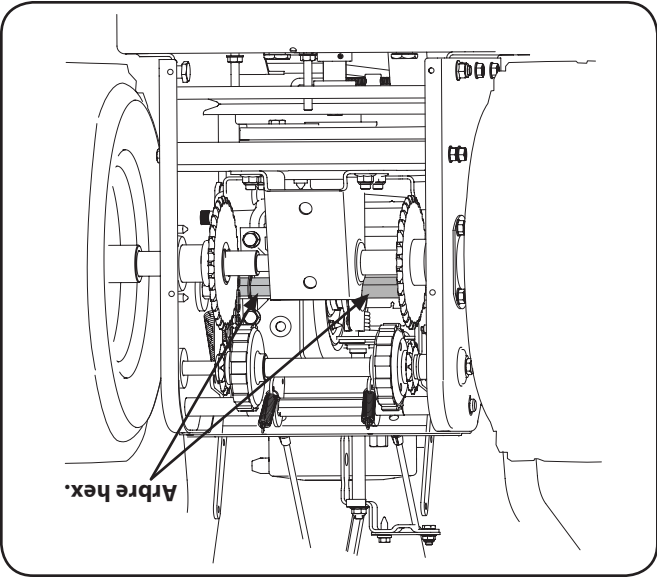

Figure 6-2
- Démontez le capot arrière au moins une fois par saison ou toutes les 25 heures d'utilisation. Lubrifiez les chaînes, pignons, engrenages, roulements, arbres et le mécanisme de changement de vitesse au moins une fois par saison. Utilisez une huile à moteur ou un lubrifiant à vaporiser. Voir la Figure 6-2.
4. Appliquez une légère couche d'huile polyvalente toutes saisons sur l'arbre hex. Voir la Fig. 6-2.